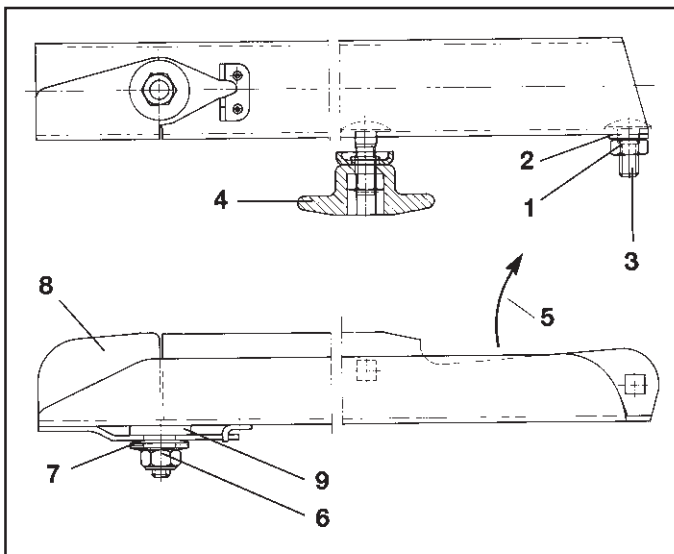

Fig. 9.3
- Lösen der selbstsichernden Mutter (Fig. 9.3/1).
- Entfernen der Unterlegscheibe (Fig. 9.3/2) und der Flachrundschrabe (Fig. 9.3/3).
- Lösen der Flügelmutter (Fig. 9.3/4) und Streuschaufel auswechseln.
- **Die selbstsichernde Mutter (Fig. 9.3/1) so anziehen, daß die Streuschaufel von Hand verschwenkbar ist.**
Achten Sie auf die korrekte Montage der Streuschaufeln. Die offene Seite der U-förmigen Streuschaufel weist in Drehrichtung (Fig. 9.3/5).
- Selbstsichernde Mutter (Messing CuZn) (Fig. 9.3/6) lösen und samt Tellerfedern (Fig. 9.3/7) entfernen.
- Schwenkflügel (Fig. 9.3/8) auswechseln.
Auf Kunststoffscheibe (Fig. 9.3/9) zwischen Streuschaufel und Schwenkflügel achten.
- Selbstsichernde Messingmutter (Fig. 9.3/6) mit Drehmoment von **6 - 7 Nm** anziehen, so daß der Schwenkflügel noch von Hand verschwenkbar ist, aber im Einsatz nicht selbsttätig nach oben schwenkt.